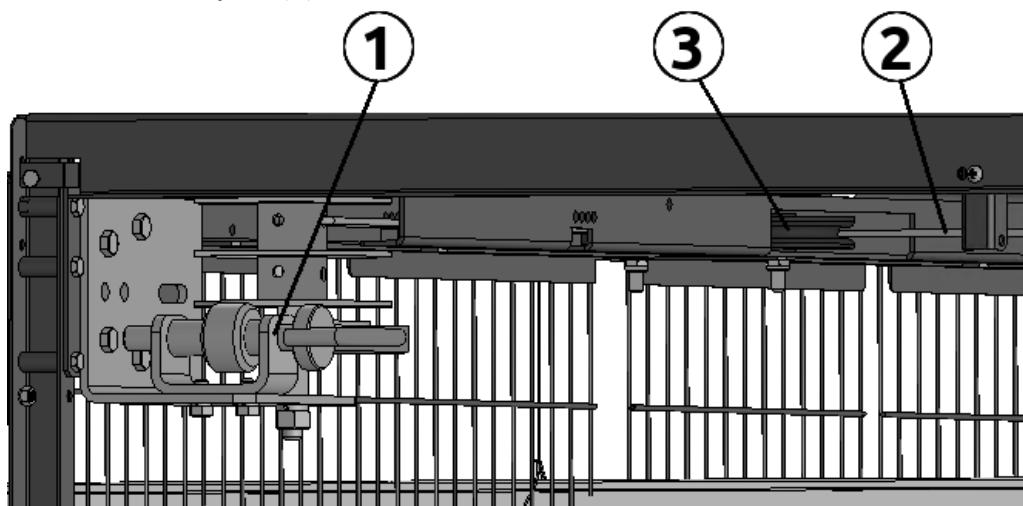

Рисунок 3.15
Механизм подъема продольной линии раздачи корма предназначен для регулировки уровня кормушек соответственно возрасту птиц. Механизм устанавливается в центральной ячейке клеточной батареи и состоит (рис. 3.15) из лебедки (1), на шкив которой наматывается трос (2).